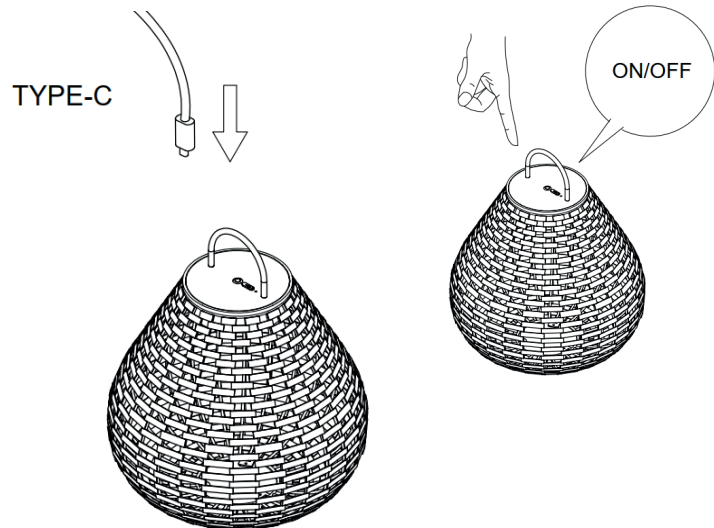

Рис.1
- В случае отсутствия заряда, подключите Type-C разъем к светильнику (см. рис.1) и к вашему компьютеру или адаптеру питания (адаптер питания в комплект не входит) и зарядите до полной зарядки (индикатор горит красным светом при зарядке и зеленым при полной зарядке);